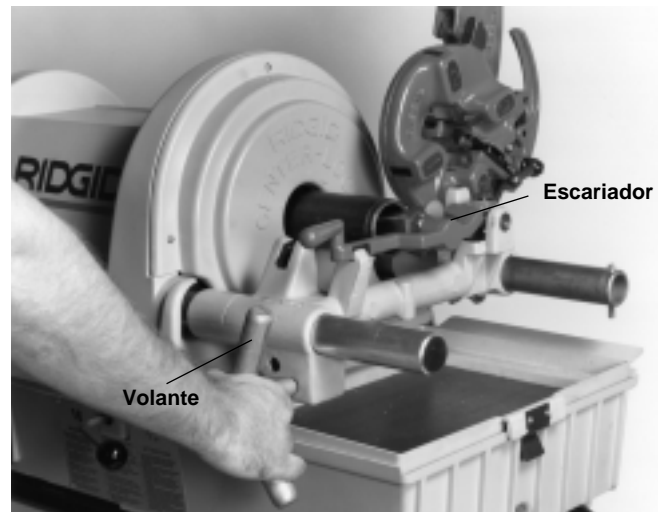

Figura 9 – Escariado de tubos con el escariador No. 344
3. Meta el escariador dentro del tubo y complete el escariado girando el volante. (Figura 9)